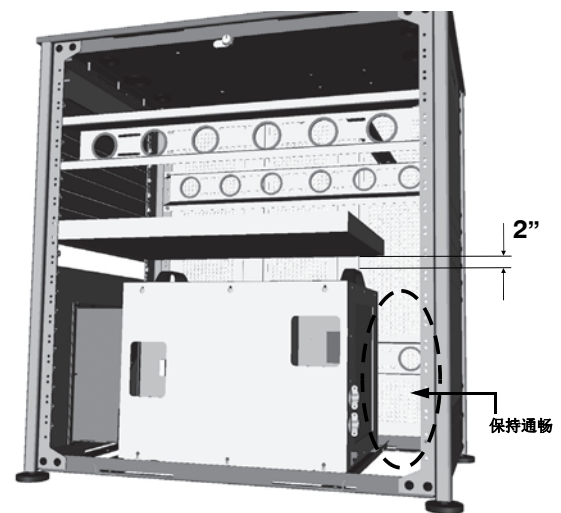

图 2-4
- g. 将气流管道直接置于 LPS 后面，以便将空气排到支架外面。**当心！不要在灯泡电源前面安装任何组件，以免妨碍气流循环。请参阅图 2-4。**
- j. 在支架上安装其他组件时，请在 LPS 把手上方至少留出 2 英寸的空间，以方便操作。请参阅图 2-4。